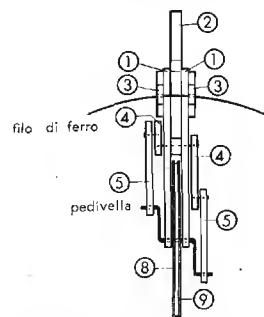

Fig. 58. Il pagliaccio visto di fronte; si osservi la curvatura delle pedivelle.
Il corpo (2) viene incollato con cura tra i pezzi (1) che ricevono i fori per gli alberini delle ruote (diametro 1,5 mm). L'asse anteriore è costituito da un pezzo di filo di ferro di 1,2 mm di diametro e 65 mm di lunghezza; lo passiamo attraverso la forcella ed il mozzo e pieghiamo le estremità in modo di formare le due pedivelle (fig. 58). Le parti (4) e (5), che costituiscono le gambe, vengono collegate con chiodini in modo tale da restare ancora facilmente movibili; i piedi ricevono un foro di diametro 1,5 mm ciascuno per le pedivelle. Poi si fissano le gambe sul corpo, sempre in modo tale da garantire la mobilità perfetta delle giunture.